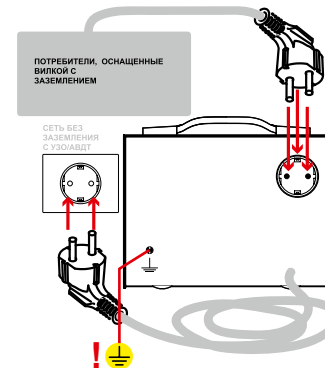

Рис. 3
5.3.4. Подключаемые потребители должны иметь (рис. 3):